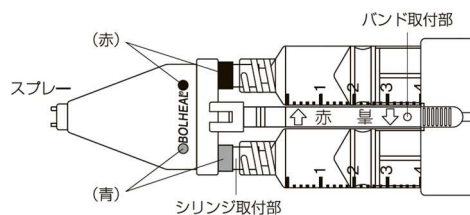

図 3
8.バンドの穴をバレルホルダーに固定する。（図 3）
- *7.本品のコネクターとボルヒール調製器セットを一度取り外し再び取り付ける場合もスプレーの色の表示とシリンジの色を合わせること。（図3の通り）取り付け位置を逆にするとうスプレー内でボルヒール®組織接着用が硬化し、本品が使用出来ない可能性がある。